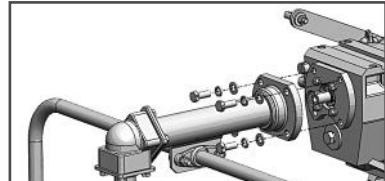

Рис. 6 Закрепление опорной консоли на корпусе мотоблока
- Закрепить кронштейн консоли на корпусе мотоблока через переходной фланец (Рис. 6).